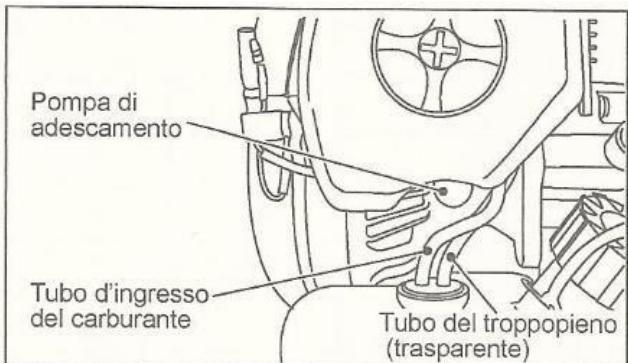

Fig. 18
- a motore freddo premete il primer sul carburatore (pompa di adescamento) 5-6 volte fino a vedere la fuoriuscita di miscela dall'apposito tubetto di scarico (tubo del troppopieno) -vedi fig. 18- in modo da riempire completamente tutte le camere del carburatore.
- premete il primer sul carburatore (pompa di adescamento) 5-6 volte fino a vedere la fuoriuscita di miscela dall'apposito tubetto di scarico (tubo del troppopieno) -**vedi fig. 18-** in modo da riempire completamente tutte le camere del carburatore.